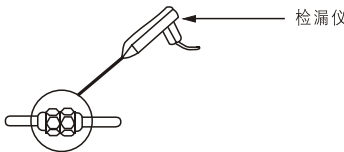

图 35
- 3 用⑭塑料绝缘带把铜管和连接电缆包起来。
- 4 在接口处用检漏仪或者肥皂水来检查是否有泄漏。(图 35)